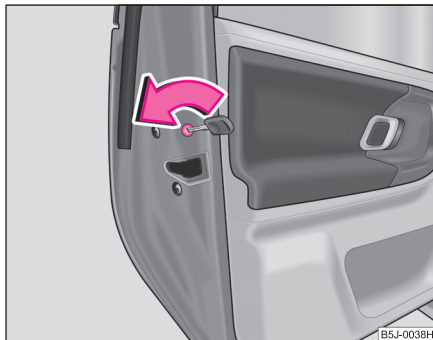

Fig. 21 Seguro para niños en las puertas traseras
- Gire con la llave del vehículo la ranura en la puerta trasera en sentido de la flecha ⇒ fig. 21.